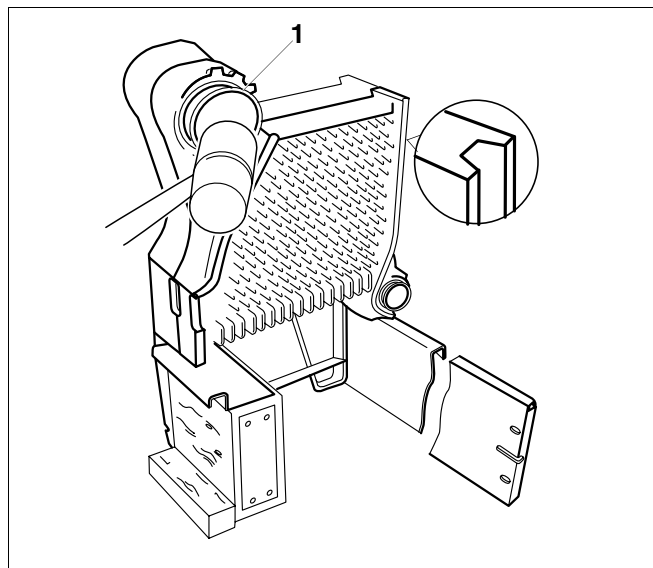

Fig. 9 Enfoncer les nipples à l'aide du maillet
- Introduire le nipple exactement dans le moyeu supérieur (taille 2) et inférieur (taille 0a) de la paire d'éléments d'extrémité et enfoncer en frappant en croix à coups de maillet (si possible un maillet en bois ou en caoutchouc). Après les coups de maillet, les nipples (fig. 9, **pos. 1**) devraient dépasser du moyeu d'environ 30 mm.